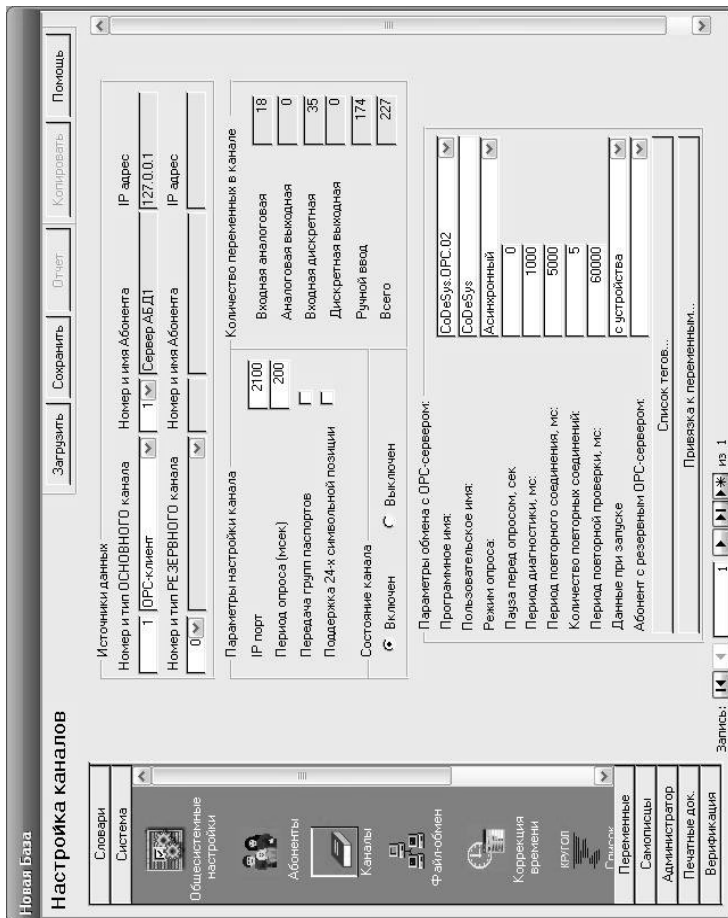

Рис. 3.56. Окно описания каналов
Заполняем вкладку «Каналы» (рис. 3.56). В ней указываются номер и тип канала, по которому будет происходить обмен (например номер – 1, тип – сервер ввода/вывода) и выбирается номера и имена абонентов ПТК из выпадающих меню.
3. Настройка OPC-клиента. Настройка OPC-клиента производится запуском Генератора БД. В нём во вкладке «Система» выбирается иконка «Каналы» где происходит непосредственная настройка OPC-клиента (рис. 3.56). В источниках данных задается номер и тип основного канала, через который будет передаваться информация, номер и имя абонента. Далее производится настройка параметров обмена с OPC-сервером где выбирается программное имя OPC-сервера и режим обмена (синхронный или асинхронный).
Затем необходимо определить список тегов контроллера используемых в проекте системы КРУГ-2000. Для этого нажимается кнопка «Список тегов» (рис. 3.56). После этого осуществляется привязка переменных БД системы КРУГ-2000 к переменным (тегам) контроллера. Для этого нажимается кнопка «Привязка к переменным» (рис. 3.68).